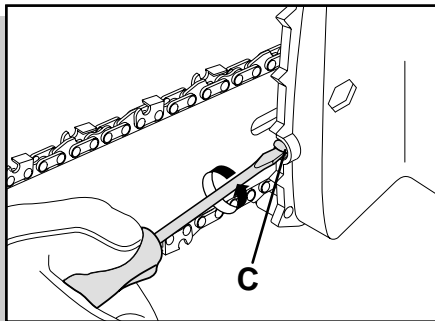

fig. 5
- Recoloque a caixa e, com a porca desaparafusada, coloque a chave no parafuso tensor da corrente e estique a corrente com a tensão óptima (fig. 5).